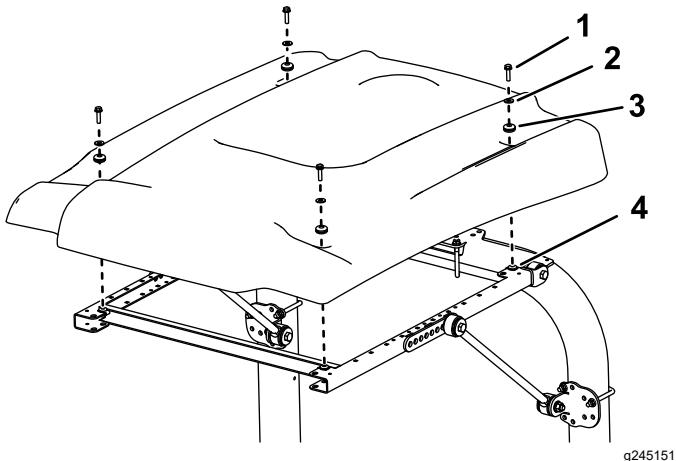

Figure 35
15. Lors de l'alignement des trous de fixation, positionnez le pare-soleil sur le cadre comme montré à la Figure 35.
16. Fixez légèrement chaque coin du pare-soleil au cadre avec un boulon à embase ($5/16$ " x $1\frac{1}{4}$ "), une petite rondelle et une bague (Figure 35).